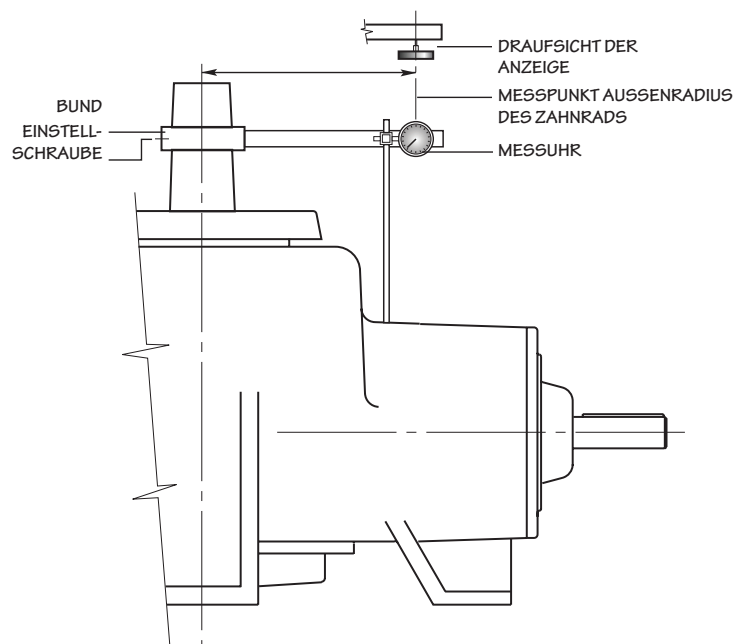

Abbildung 5 Messung des Getriebespiels
Prüfen Sie an dem mit „X“ markierten Zahn des Ritzels zwischen den mit „X“ markierten Zähnen des Zahnkranzes das Spiel mit einer Messuhr gemäß Abb. 5. Arretieren Sie die Ritzelwelle, damit sich diese nicht dreht. Die Bewegung der Lüfterwelle, gemessen in einem Abstand, der dem Außenradius des Zahnkranzes entspricht, ist gleich dem Spiel. Das Spiel muss bei allen Übersetzungen zwischen 0,007 und 0,014" (0,18 und 0,36 mm) betragen. Bei anliegendem Zahn „X“ muss das Spiel ungefähr in der Mitte des zulässigen Bereichs liegen. Prüfen Sie das Spiel an drei weiteren Punkten rund um den Zahnkranz, um sicherzustellen, dass es sich im definierten Rahmen bewegt. Passen Sie den Zahnkranz axial an, indem Sie Scheiben (420) an der unteren Lagerkappe entfernen oder hinzufügen.